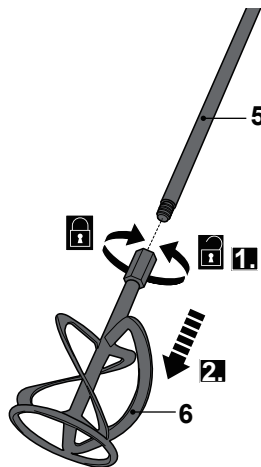

Fig. 8
- >Desaperte a porca soldada no sentido contrário aos ponteiros do relógio (Fig. 8, passo 1) e retire a palheta misturadora (6) do eixo (5) (Fig. 8, passo 2).